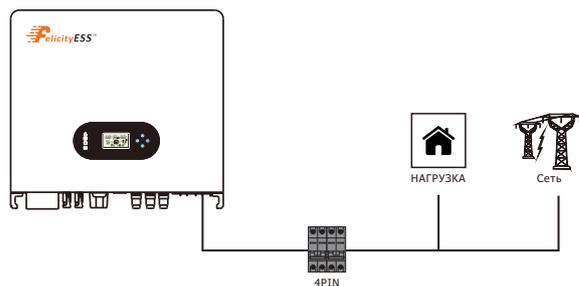

Рисунок 4.3-2 Подключение выключателя переменного тока
1. На стороне переменного тока отдельный выключатель должен быть подключен между инвертором и сетью, но перед нагрузками. См. Рисунок 4.3-2.